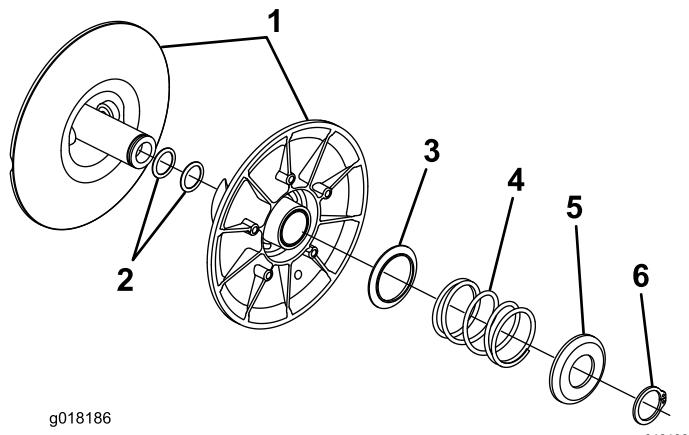

Figura 10
6. Invierta el embrague (Figura 10).
7. Usando la herramienta de compresión de muelles (TOR-6027), apriete el retenedor exterior y el muelle hacia dentro para aliviar la presión en el anillo de retención (Figura 10).
9. Separe las dos mitades del embrague (Figura 10).
10. Coloque el suplemento en el eje del embrague (Figura 10).